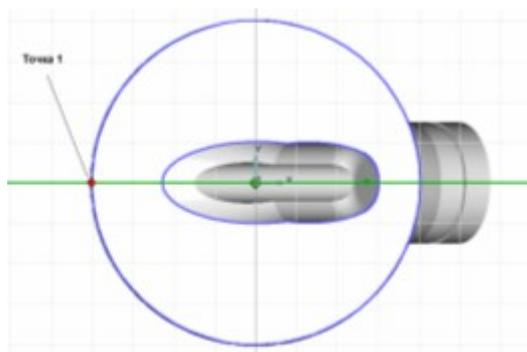

Рис. 2.17 Нижняя грань модели.
6. На запрос «Выберите Грань» укажите нижнюю грань модели (рис. 2.17). Будет построена ее временная проекция.
10. Подведите курсор к точке 1 (см рис. 2.17) и одновременно нажмите левую и среднюю кнопку мыши или клавишу «C» на клавиатуре. Курсор притянется к точке пересечения вспомогательной прямой и временной проекции нижней грани.